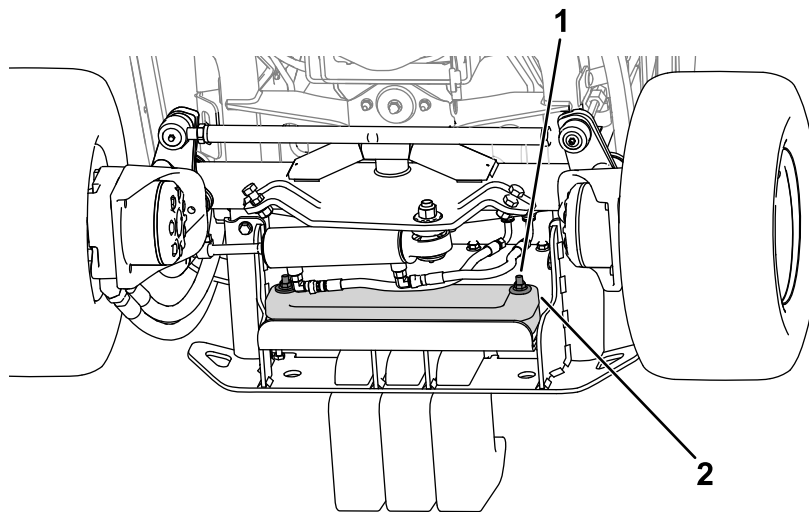

Figura 19
2. Utilice las fijaciones para sujetar los pesos al parachoques (Figura 19).